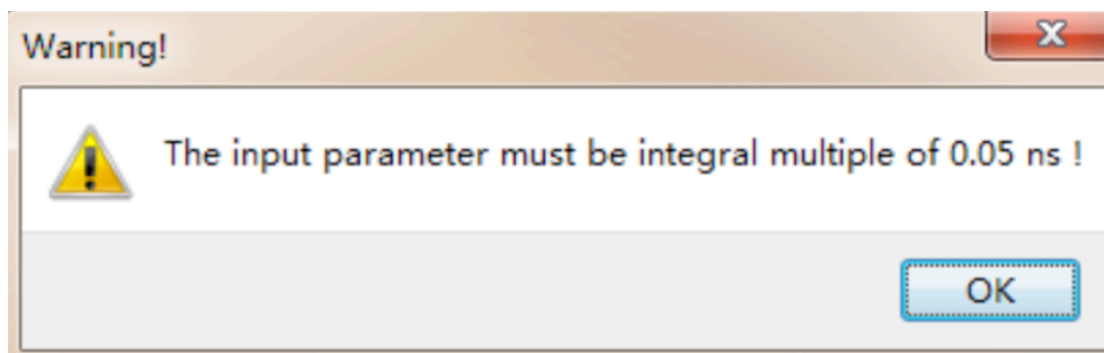

图 4.7 定义宽度不是 0.05 ns 整数倍提示
3) 用户定义的每个方波序列的宽度必须是 0.05 ns 的整数倍。如图 4.7, 当用户定义的方波序列中存在单个方波脉冲宽度非 0.05 ns 整数倍时, 软件会弹出提示对话框。